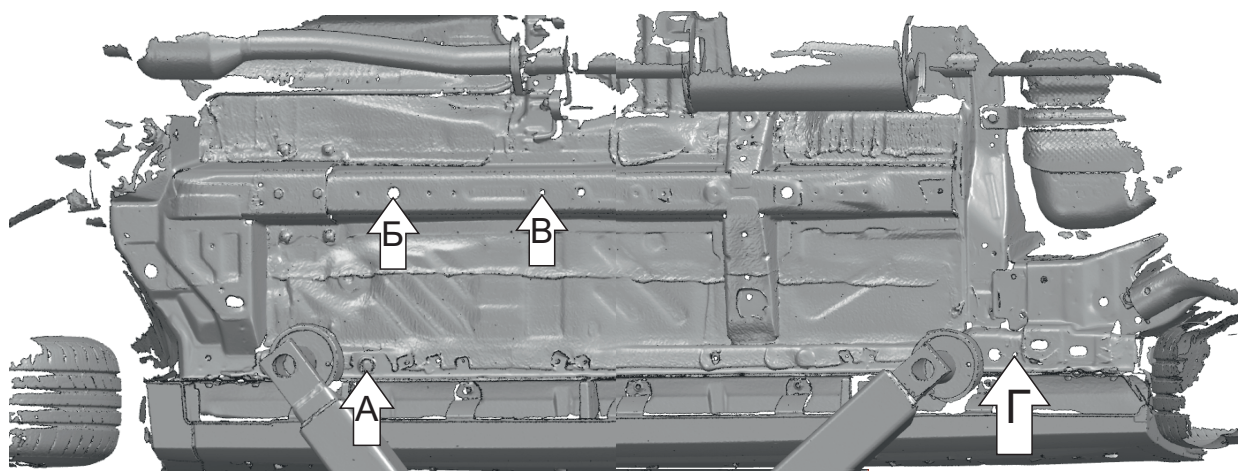

Рис. 2
1. Извлечь резиновую заглушку в передней части порога (А) (Рис.2).
2. Установить гайки закладные M10 с усиками в отверстие лонжерона передней части автомобиля (А, Б) (Рис. 2).
3. Установить гайку закладную M8 с проволокой в отверстие лонжерона средней части автомобиля (В) (Рис. 2).
4. Установить гайку закладную M10 с проволокой в отверстие лонжерона задней части автомобиля (Г) (Рис.2).